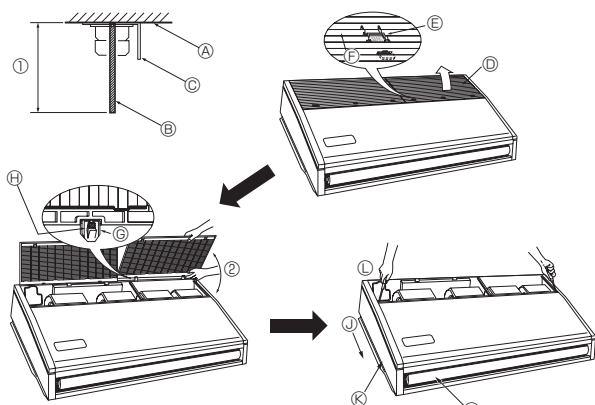

Fig. 3-4
3.2.4. Підготовка внутрішнього блока (Fig. 3-4)